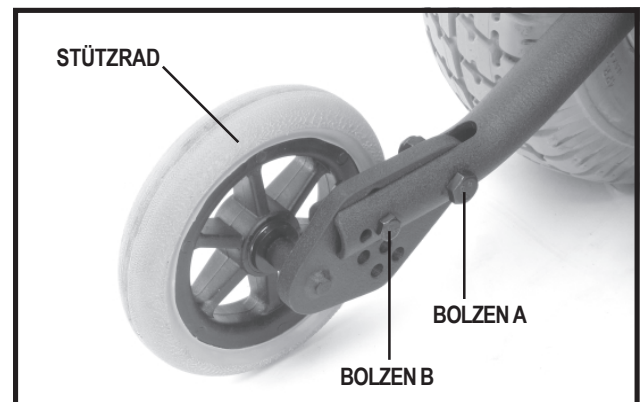

Abb. 21. Stützradbaugruppe
1. Löse Bolzen A. Siehe Abb. 21.